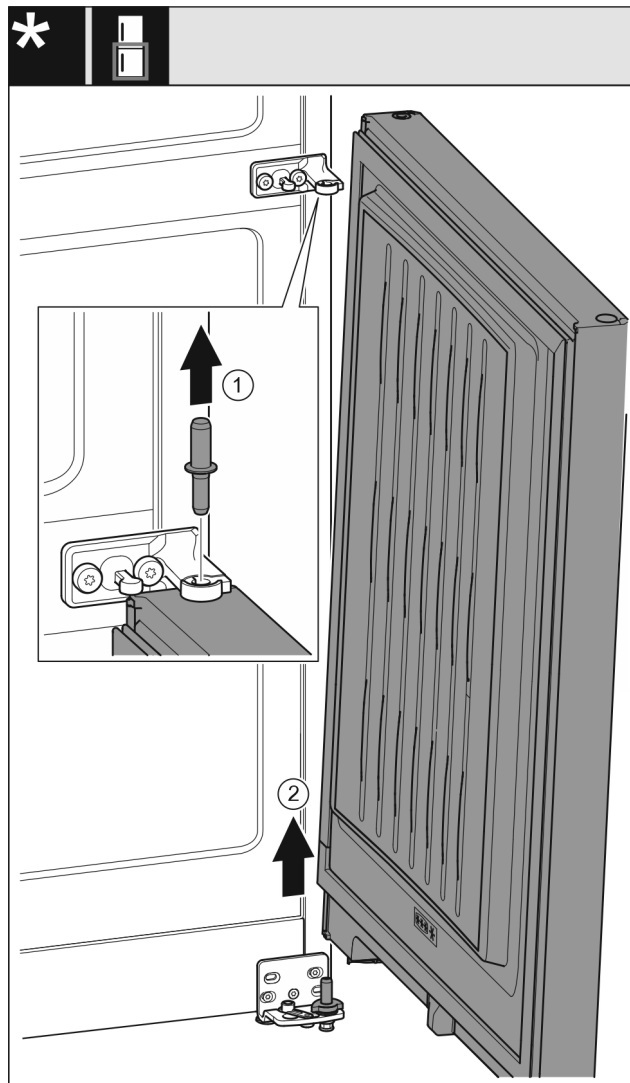

Fig. 9 Ilma sulgemisamortisaatorita
- ▶ Tõmmake polt Fig. 9 (1) ülespoole välja.
- ▶ Keerake uks Fig. 9 (2) välja, tõmmake ülespoole ja pange kõrvale.